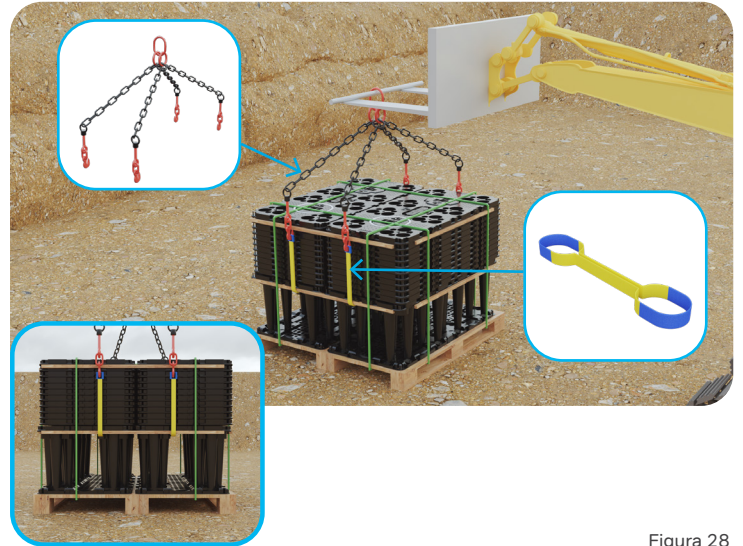

Figura 28
- **Manipulación por elevación:** los pallets también se pueden levantar con una grúa, con las correas de elevación colocadas como se muestra en la figura 28. Es importante que las correas de elevación sean lo suficientemente largas para que los ganchos de conexión no dañen las unidades.